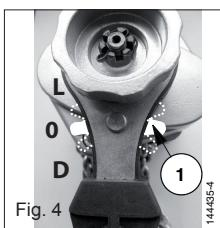

Fig. 4
2. Plaats de hendel van de keuzeknop (tek. 1, fig. 4) van de beweging in de neutrale positie "0".
4. Als het niet mogelijk is om het lastwiel te draaien, zet dan de keuzeschakelaar in de positie "D" (fig. 4). Plaats de keuzeknop terug in de "0" positie en trek aan de ketting die op deze manier bevrijd werd met de lage eindaanslag.
1. Om te hijsen, trekken of spannen: zet de keuzehandel in stand "L" (fig. 4) en beweeg de hefboom heen en weer.
2. Om de last te laten zakken of te lossen: zet de keuzehandel in stand "D" (fig. 4) en beweeg de hefboom heen en weer.